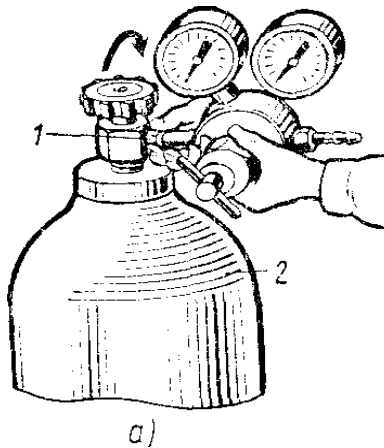

**Рис. 5 Пропан-бутановый редуктор**
2.6. Проверить исправность: четырехгранника 1, резьбы 3, нажимного винта 2, хомута 4, фильтра 5 (рис. 5).